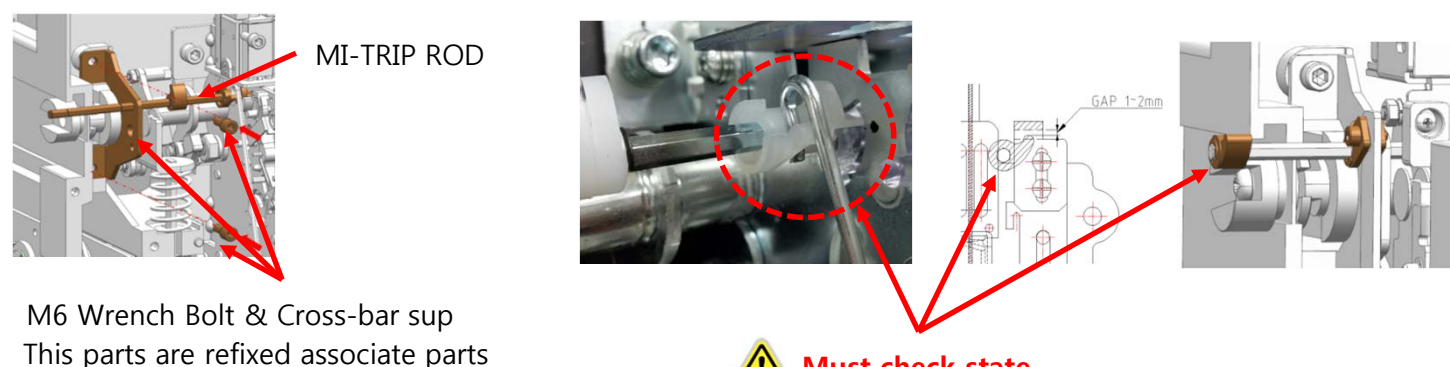

FIG 10
10. MI-TRIP ROD 교환 설치 / INSTALLATION OF MI-TRIP ROD CHANGE (FIG 10)